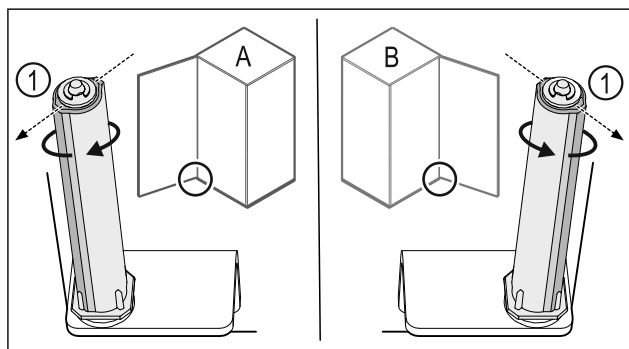

Fig. 39 Μεντεσέδες αριστερά (A) / Μεντεσέδες δεξιά (B)
- Περιστρέψτε το σύστημα κλεισίματος κόντρα στην αντίσταση, μέχρι ο κορμός του συστήματος κλεισίματος Fig. 39 (1) να είναι στραμμένος προς τα έξω.